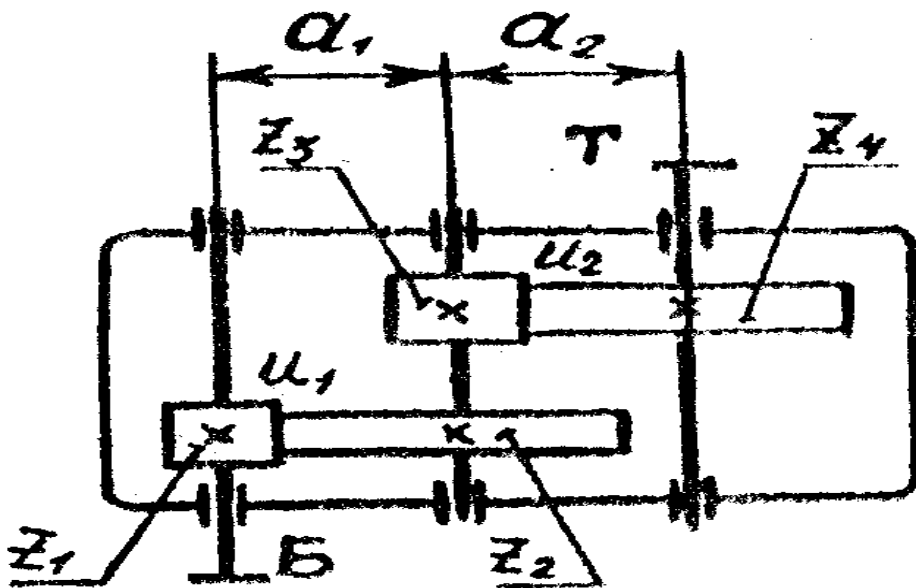

Рисунок 1 - Кинематическая схема редуктора
4.1. Снять крышку редуктора (предварительно сняв крышки подшипников) и вычертить кинематическую схему редуктора (рис. 1), обозначив быстроходный тихоходный валы. Быстроходный вал передает меньший крутящий момент, поэтому его диаметр вала будет меньше диаметра тихоходного вала редуктора.